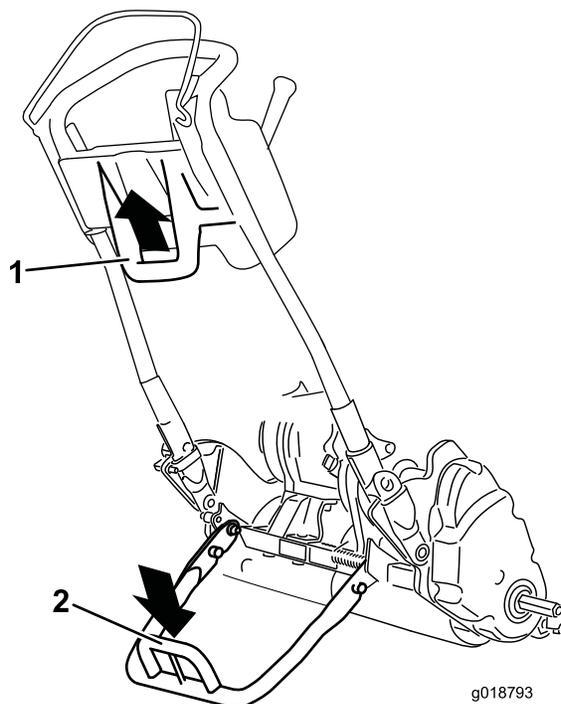

図 21
- 移動走行タイヤの着脱のためにキックスタンドを操作するには、スタンドを床面まで下げ、ループを足で踏みつけた状態のまま、機体下部についているハンドルを持ってマシンを後方に引いてください 図 21。